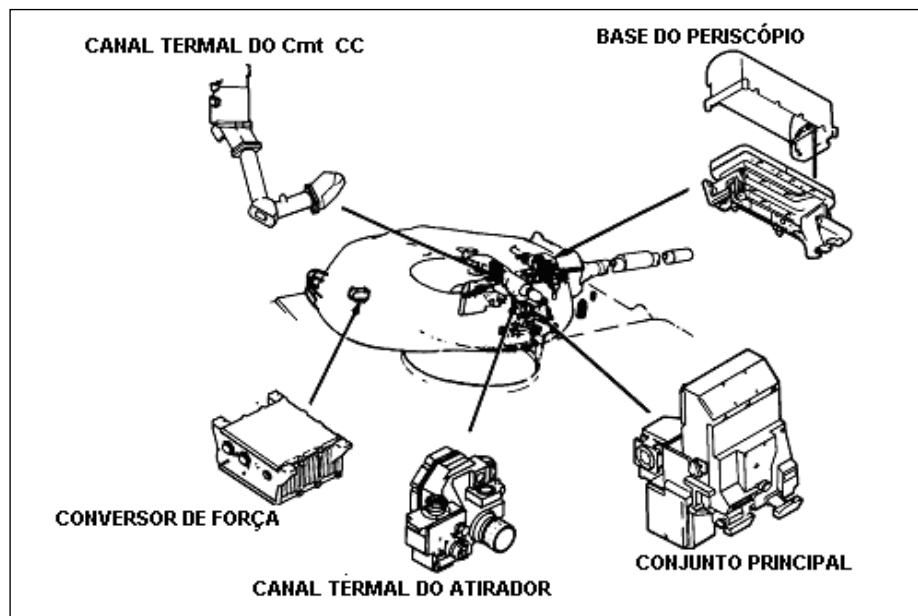

Fig 7-3. Componentes do periscópio M35E1 AN/VVS-2(V)
d. O periscópio M35E1 AN/VVS-2(V)1A (Fig 7-3) possui os seguintes componentes:
- (1) **conversor de força** - fornece energia adequada ao equipamento;
- (2) **conjunto principal** - este componente possui as lentes (na parte exterior e superior da torre), o corpo (onde as imagens são processadas) e as saídas para os monitores do At e Cmt CC;
- (3) **base do periscópio** - localizado no teto da torre, proporciona proteção balística para as lentes do conjunto principal e apoio para montagem do mesmo;
- (4) **visor do canal termal do At** - possui uma pequena tela redonda na qual o At observa o canal térmico e uma ocular por onde observa pelo canal diurno;
- (5) **visor do canal térmico do Cmt CC** - possui uma pequena tela redonda por onde o Cmt CC observa o canal térmico.